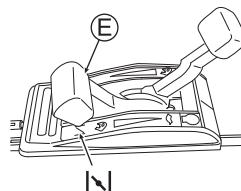

Fig. 10
3. Coloque a alavanca do acelerador (E) na posição de "||". (Veja a fig. 10) (O motor pode ser acionado com a alavanca em "||" quando está quente.)